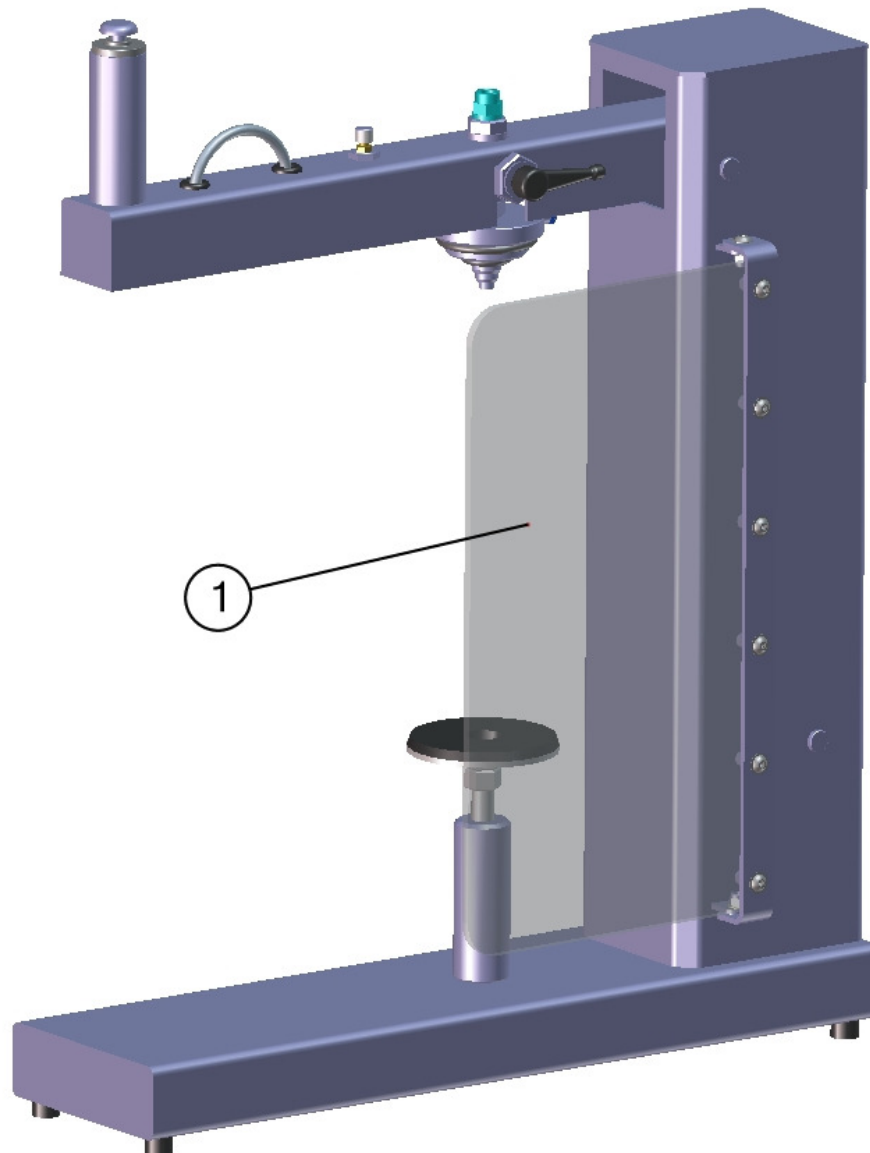

Abb. 5
1. Schutzscheibe (**Abb. 5/1**) aufklappen.